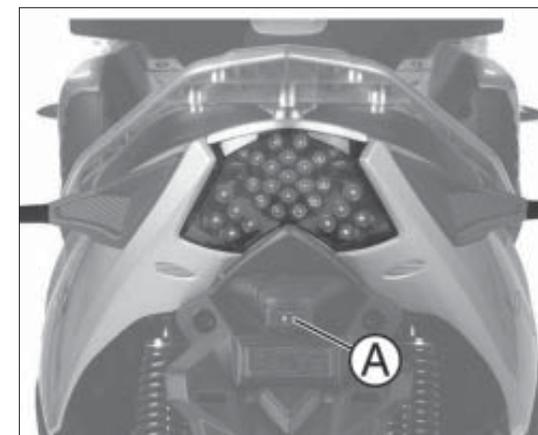

fig. 4
- desatornille el tornillo A fig. 4;
- vuelva a colocar la cubierta de plástico atornillando el tornillo de fijación A fig. 4.